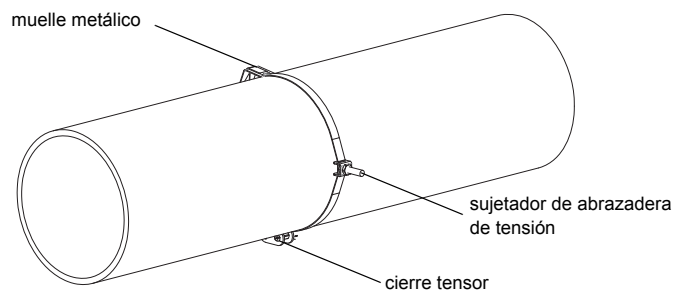

Fig. 9.10: Abrazadera de tensión con sujetador de abrazadera de tensión y muelle metálico en el tubo
Una abrazadera de tensión se fijará en el tubo (véase Fig. 9.10). La segunda abrazadera de tensión se fijará más tarde.
- Posicionar el cierre tensor y el sujetador de abrazadera de tensión en el tubo (véase Fig. 9.10). En tubos horizontales, de ser posible, montar el sujetador de abrazadera de tensión lateralmente.
- Posicionar el cierre tensor, el muelle metálico y el sujetador de abrazadera de tensión en el tubo (véase Fig. 9.10).
- Posicionar el cierre tensor, el muelle metálico (en caso necesario) y el sujetador de abrazadera de tensión en el tubo (véase Fig. 9.10):